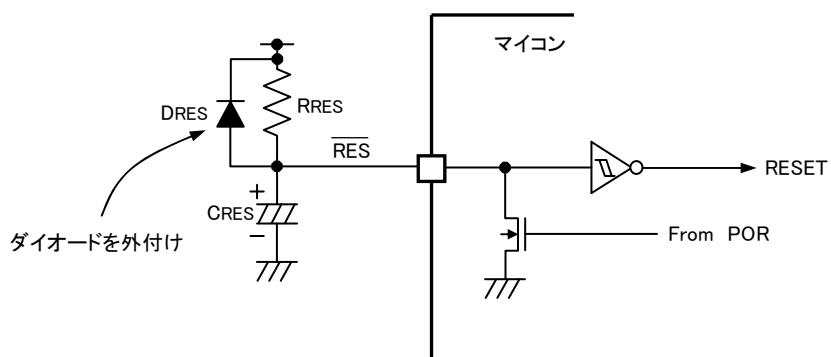

図4-7-8 外部PORのリセット回路構成例
②内蔵リセット回路を使用せず外付けPOR回路を構成する時
4-7-7-①項と同様に内蔵リセット回路を使用しない場合でも電源投入時に内蔵PORが動作します。しかし、内蔵PORより長いリセット期間を設けたいために外部にもPOR回路を構成し、容量CRESを $0.1 \mu F$ 以上にする場合には、必ず図4-7-8のようにダイオードDRESも外付けしてください。